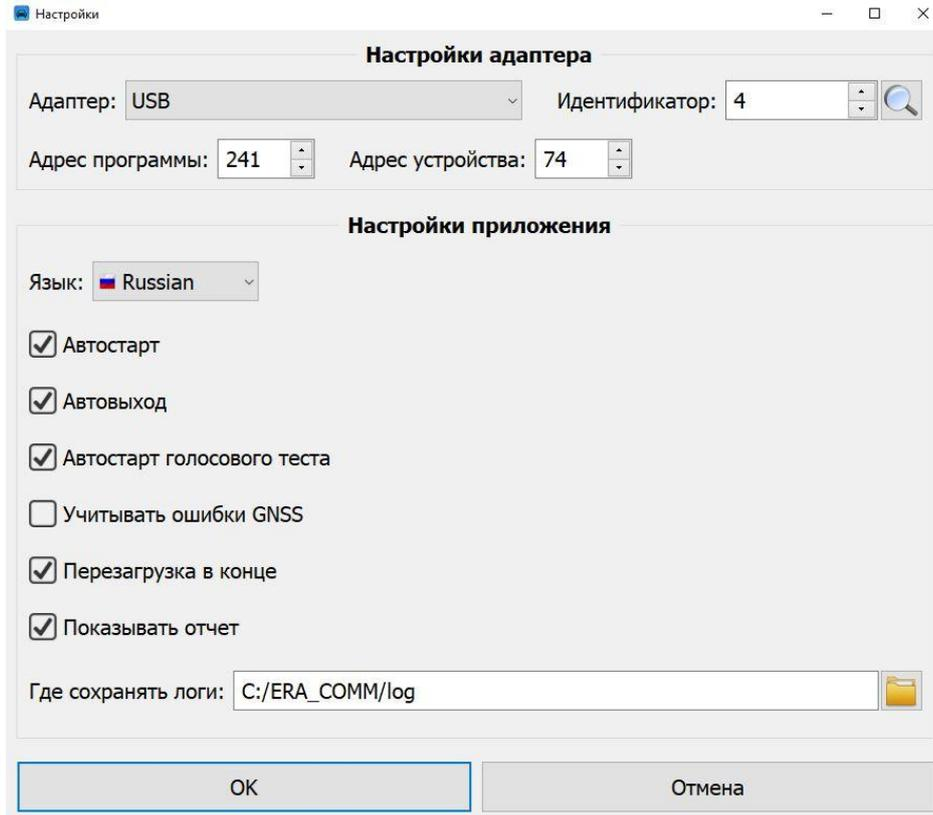

Рисунок 2 – Окно настроек программы
- перейти в «Настройки» (Рисунок 2), в главном окне программы (Рисунок 3);